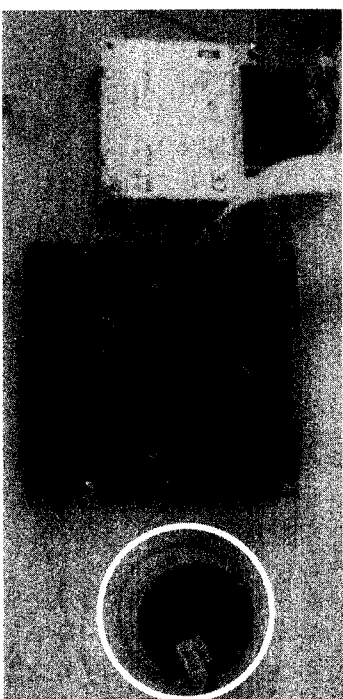

Figura 57
- ☐ Se demonteaza manometrul de pe panoul de interfata (figura 57).